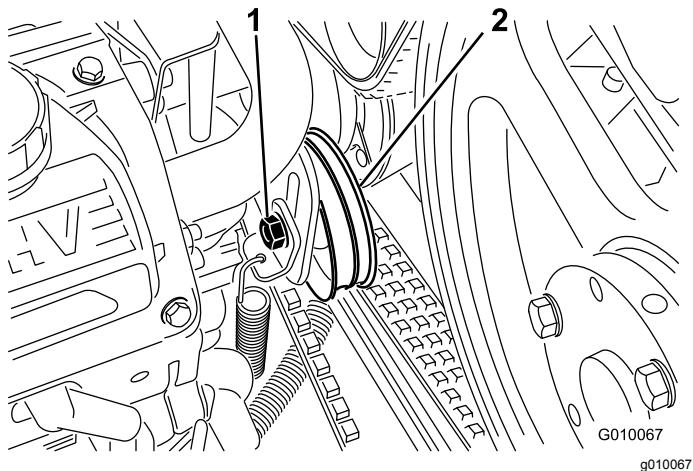

Figura 58
- Desaperte o parafuso intermédio da correia da bomba o suficiente para permitir o movimento na sua ranhura de ajuste (Figura 58).